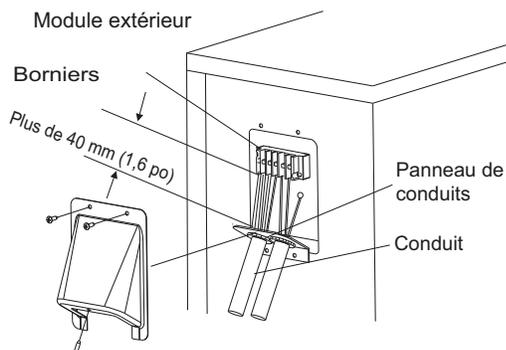

Fig. 13 — Câblage sur place
5. Raccordez le conduit au panneau de conduits (voir la figure 13).